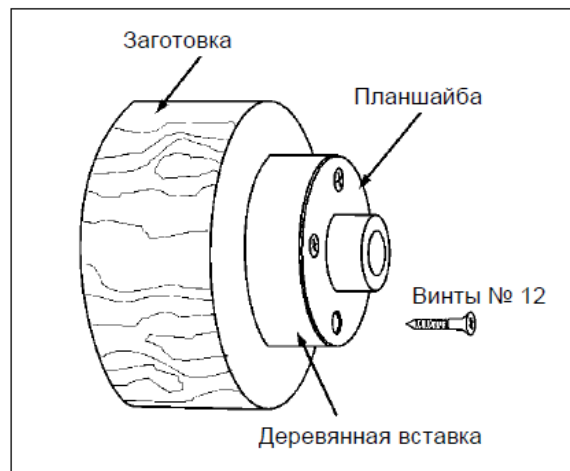

Рис. 10-9: закрепление заготовки на планшайбе
5. Изготовьте деревянную вставку того же диаметра, что и планшайба, Рис. 10-9. Поверхности вставки и заготовки для склеивания должны быть ровными.